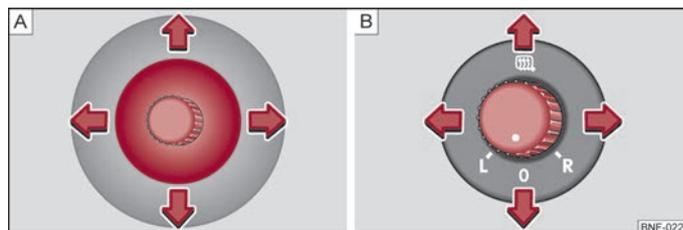

Fig. 32 Nella porta, selettore / manopola: per specchietti esterni a regolazione meccanica / elettrica
- Con il selettore regolare la superficie dello specchio nella posizione desiderata ⇒ fig. 32 - **A**. Il movimento della superficie dello specchio è identico a quello del selettore.
- Portare la manopola in posizione  ⇒ fig. 32 - **B**.
- Portare la manopola in posizione **L** ⇒ fig. 32 - **B**. Il movimento della superficie dello specchio è identico a quello della manopola.